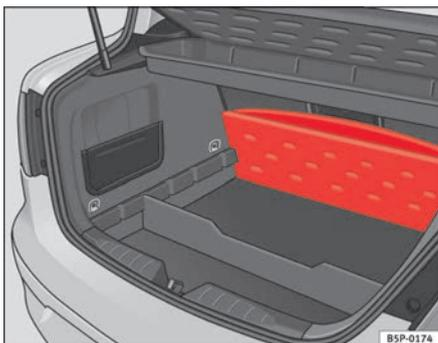

Fig. 105 Couvercle du coffre à bagages pliable
- Levez le plancher du coffre à bagages et repliez-le vers l'arrière dans sa totalité ⇒ page 145, fig. 105.